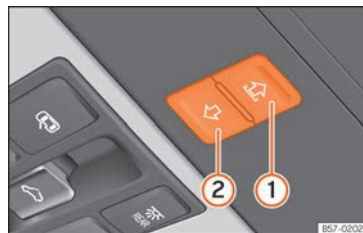

Abb. 68 Im Dachhimmel: Funktionsfläche zur Bedienung des Sonnenschutzrollos.
- Wenn sich das Sonnenschutzrollo innerhalb von 5 Sekunden immer noch nicht schließen lässt, drücken Sie den Taster »» (Abb. 68)
②, bis das Sonnenschutzrollo vollständig geschlossen ist. **Das Sonnenschutzrollo schließt ohne Einklemmschutz!**